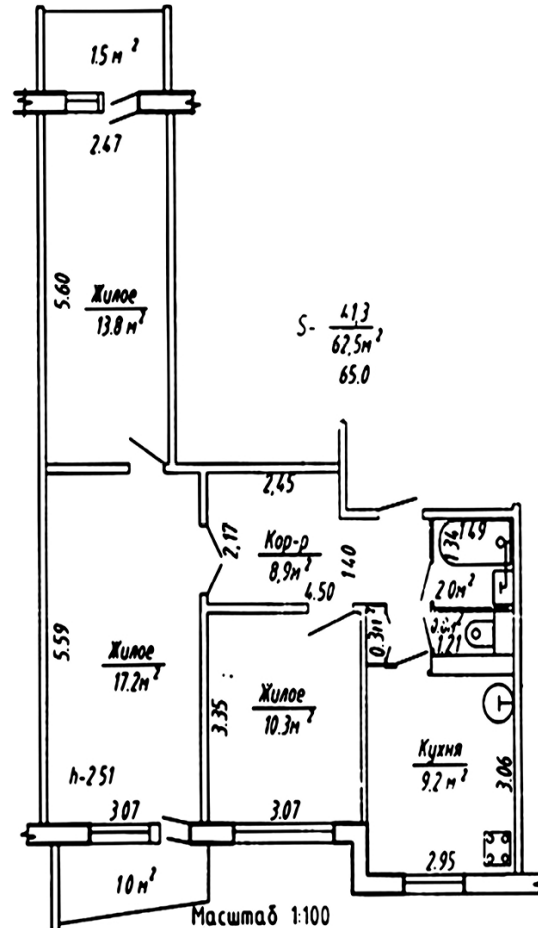

Рис. 8. Пример плана квартиры
- создать план комнат в масштабе или воспользоваться техническими чертежами застройщика (рис. 8);